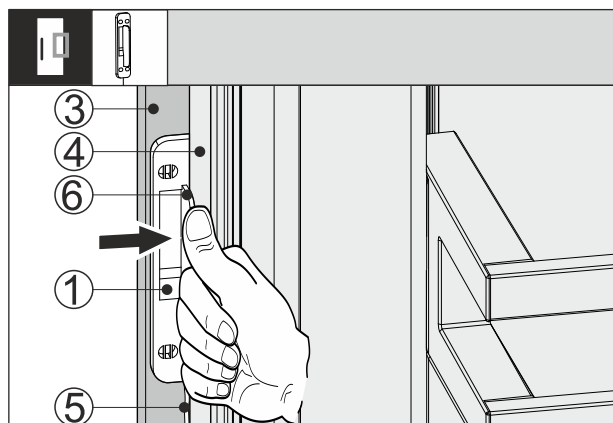

Fig. 67
- ▶ Senzor kucanja Fig. 67 (1) gurnite između prednje strane elementa Fig. 67 (3) i vrata uređaja Fig. 67 (4) tako da kabel Fig. 67 (5) bude lagano zategnut. Graničnik Fig. 67 (6) senzora kucanja naliježe Fig. 67 (4) vrata uređaja.
- ▶ Pritisnite senzor kucanja Fig. 67 (1) na prednju stranu Fig. 67 (3) elementa.
- ▶ Senzor kucanja Fig. 67 (1) je prilijepljen. Lijepljenje senzora kucanja optimizira prenošenje signala kucanja.
Trajno pričvršćivanje senzora kucanja Fig. 67 (1) produljuje životni vijek uređaja.
- ▶ Senzor kucanja pričvrstite priloženim vijcima Fig. 67 (1) na prednju stranu Fig. 67 (3) elementa.